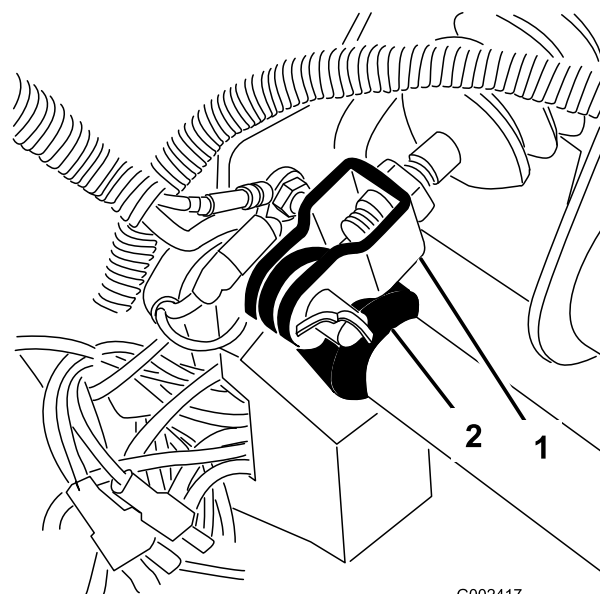

Figure 61
1. Retirez la goupille fendue et l'axe de chape qui fixent la chape du maître-cylindre au pivot de la pédale de frein (Figure 61).